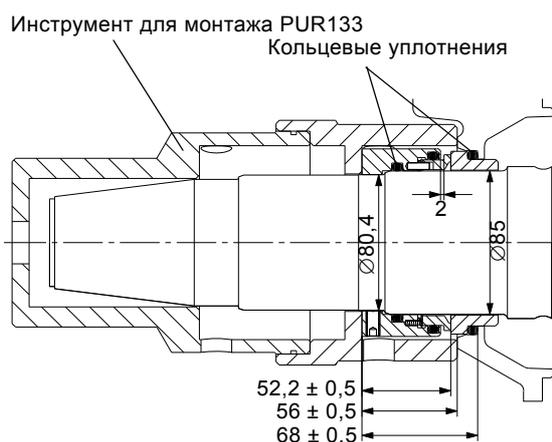

Рис. 28 Установка вторичного уплотнения вала, типоразмер 72
1. Установить электродвигатель (301) в горизонтальное положение на ровной поверхности.
6. Установить неподвижную часть вторичного уплотнения вала (105b) на вал и прижать (В). См. рис. 28.